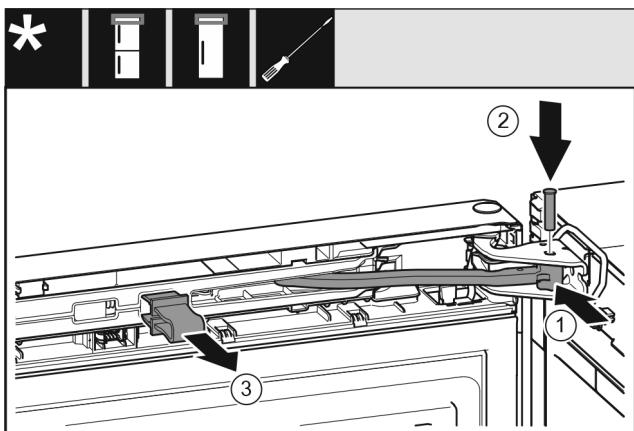

Fig. 26
- Поверніть шарнір в опорному кронштейні. Fig. 26 (1)
- Встановіть гвинт в опорний кронштейн та шарнір. При цьому виступ фікатора повинен займати правильне положення в пазу. Fig. 26 (2)
- Зніміть запобіжник. Fig. 26 (3)